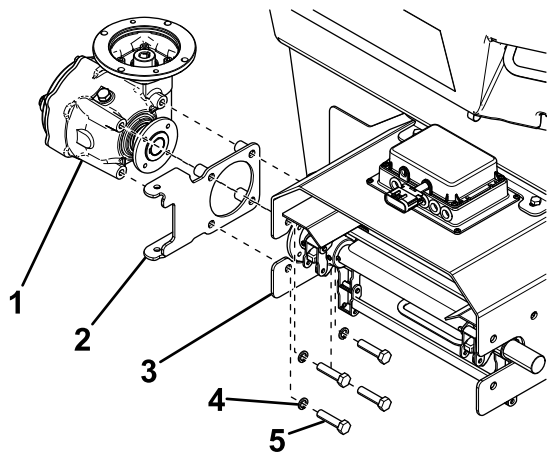

**Figura 21**
7. Pase el conjunto del eje de transmisión a través de las ranuras de la cubierta de la cadena de rodillos (Figura 21).